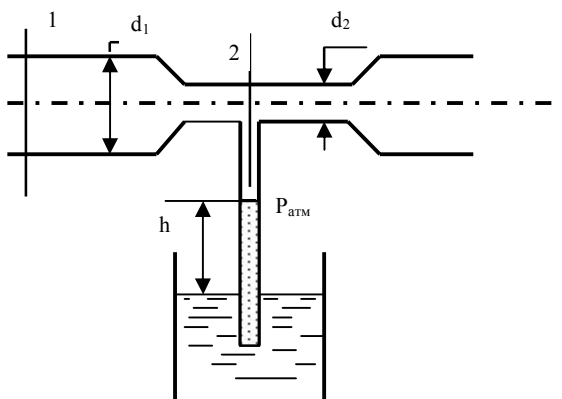

Рис. 7
8. На какую высоту h может засасываться вода из резервуара по трубке, присоединенной к узкому сечению горизонтального трубопровода (рис. 7), если расход воды по нему $Q=2,7 \text{ л/с}$; диаметры $d_1=5 \text{ см}$, $d_2=2,5 \text{ см}$, а избыточное давление $p_1=0,08 \text{ атм}$. Потери напора не учитывать.